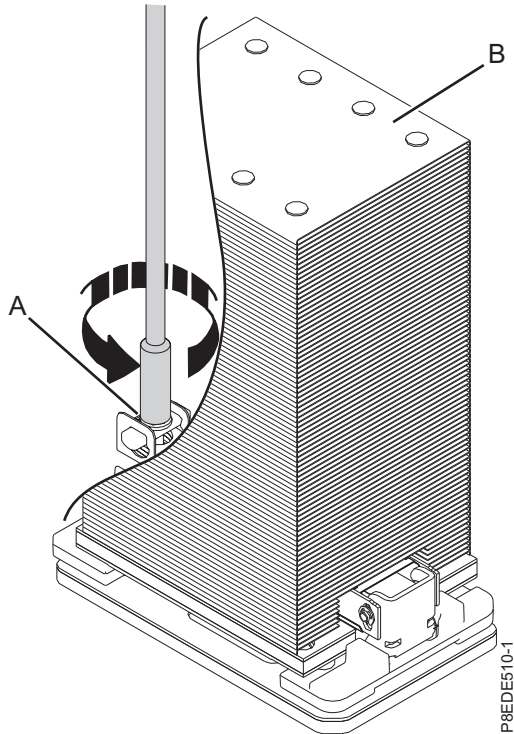

図 3. ヒート・シンクの取り外し
- a. 提供されている 5.5 mm ナット・ドライバー (部品番号 43W3032) を反時計方向に回して (A)、ヒート・シンク駆動ねじが緩んで、自由に動くようになるまでねじを緩めます (6 ページの図 3 を参照)。
- b. 向かい合った溝を持ってヒート・シンク (B) をつかみ、まっすぐ上に持ち上げて取り外します。